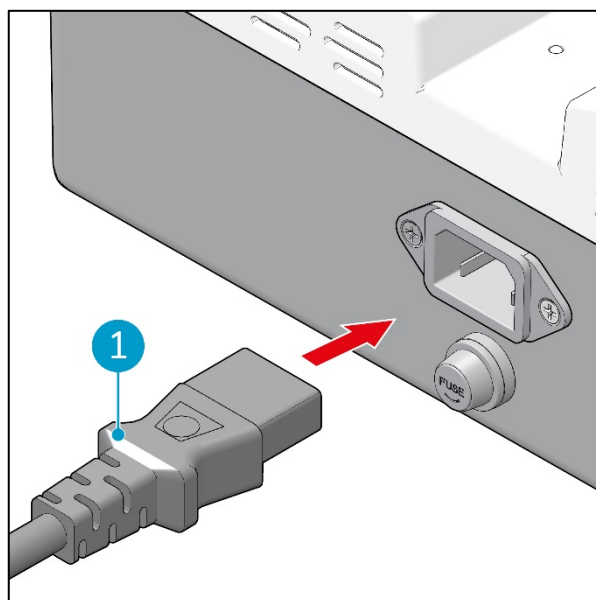

Figure 6
Branchez le câble d'alimentation (Figure 6, pos. 1) au connecteur à l'arrière de l'i-charge 2.